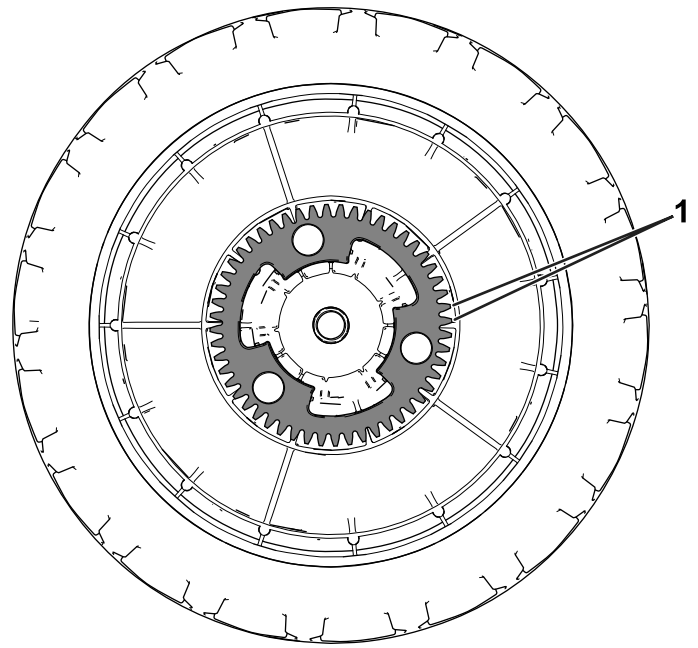

Figura 6
2. Aplique antigripante a los dientes del engranaje de la rueda (Figura 6).